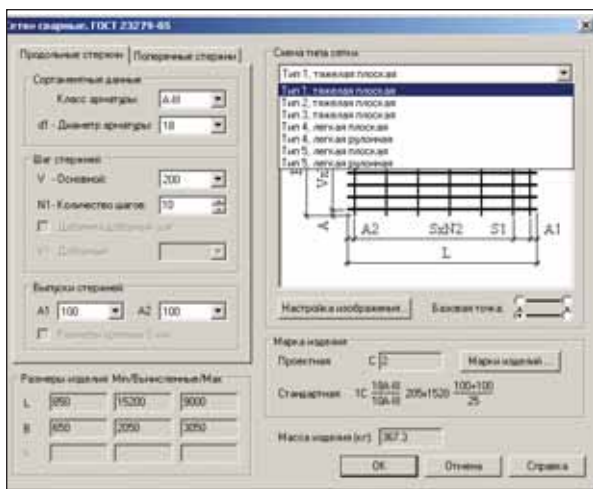

Рис. 21
- *Сетки сварные по ГОСТ 23279-85* — формирование и отрисовка на чертеже сварных сеток с присвоением им конкретных марок для последующего использования в конструкциях и специфицирования (рис. 21);